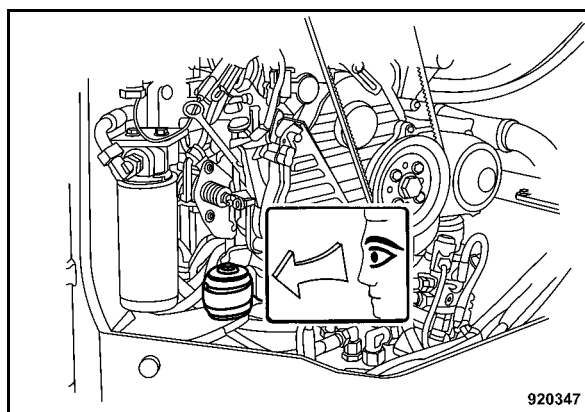

Fig. 166
- Controllare le condizioni e l'accoppiamento serrato dei supporti del motore (Fig. 166).